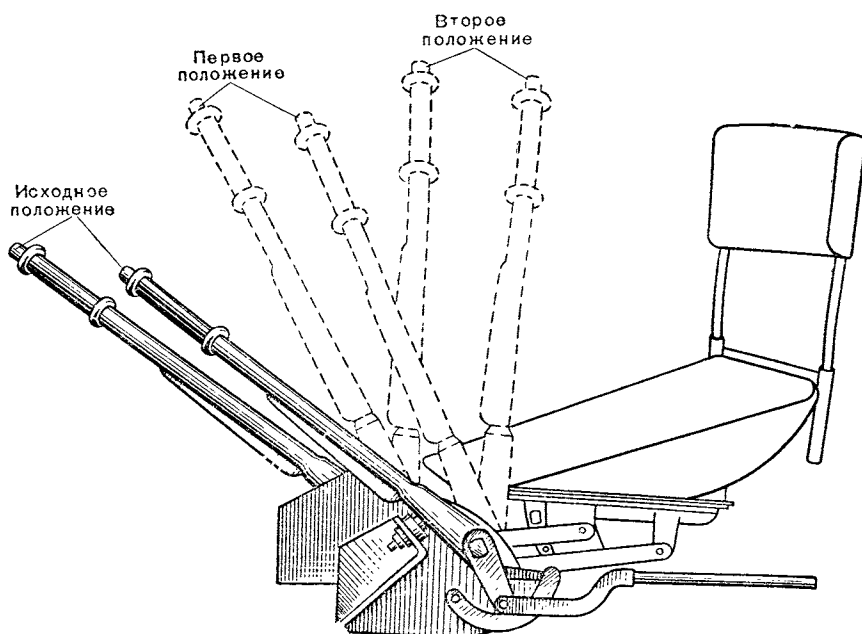

Рис. 269. Схема положений рычагов управления при различном характере движения танка
**Повороты танка** осуществляются при помощи рычагов управления. Каждый рычаг управления можно поставить в одно из следующих трех основных положений: исходное положение, первое положение и второе положение (рис. 269).